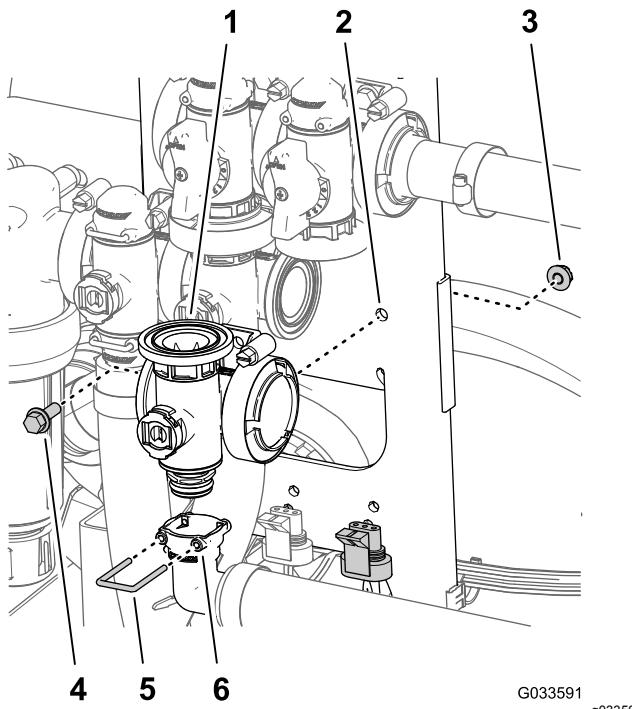

Figura 118
2. Rimuovete il fermo che fissa il raccordo di uscita a 90° al connettore del collettore per la valvola principale delle barre (Figura 118).
3. Rimuovete il bullone a testa flangiata ($\frac{1}{4}$ " x $\frac{3}{4}$ ") e il dado di bloccaggio flangiato ($\frac{1}{4}$ ") che fissano la valvola principale delle barre al supporto della valvola e rimuovete il collettore della valvola dalla macchina (Figura 118).